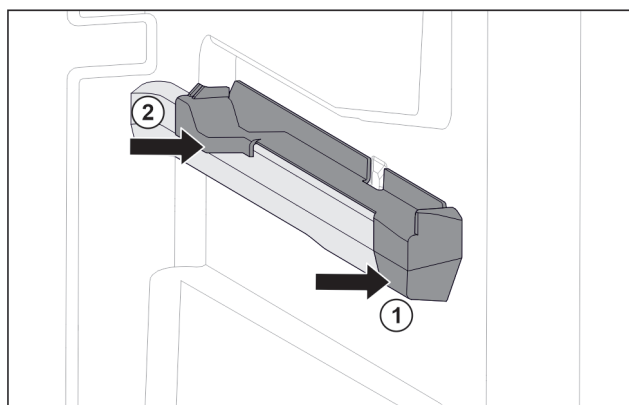

Fig. 37 Élément emboîtable sur la nervure de récipient droite
- Poser le devant de l'élément emboîtable contre la nervure de récipient. Fig. 37 (1)
- Enfoncer l'arrière de l'élément emboîtable. Fig. 37 (2)